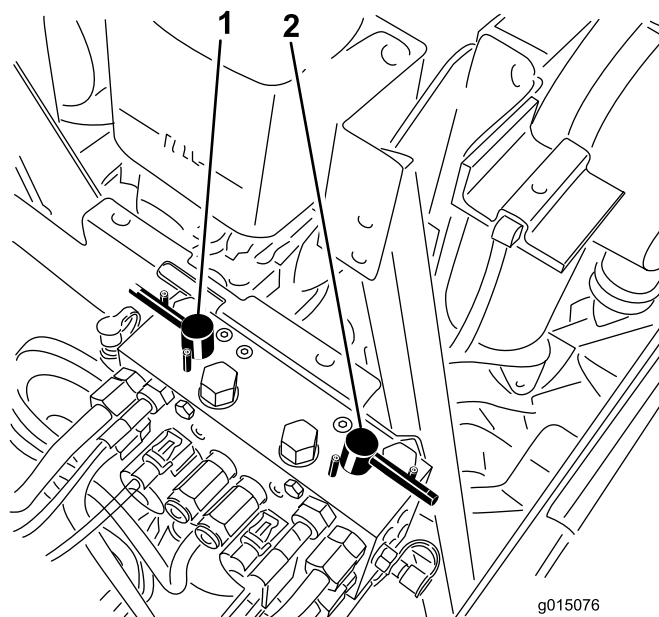

Figure 105
4. Sélectionnez les leviers de rodage avant, arrière ou les deux pour déterminer les unités qui doivent être rodées (Figure 105).